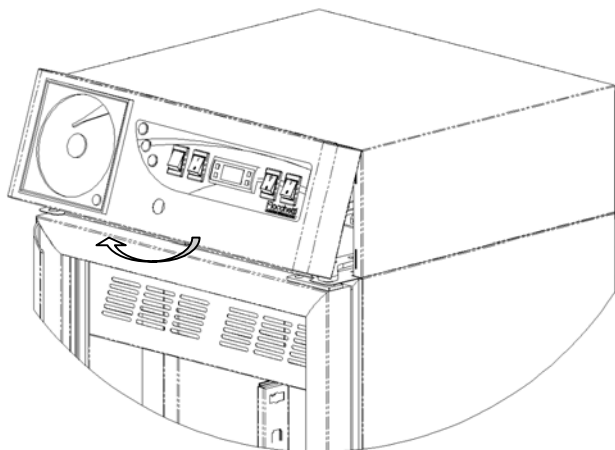
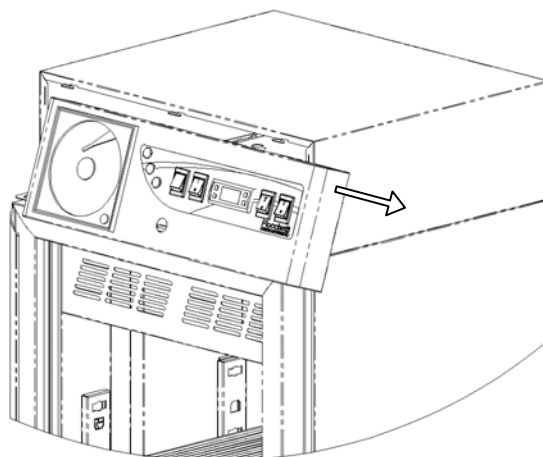

Bild 16
Bild 17
**Phase 2** Die Kühlerverkleidung ist im oberen Teil mit 3 Kupplungen fixiert, es ist also notwendig, sie zum Äußeren des Kühlschranks zu neigen, um sie seitlich (Bild 16) loszuhacken und nach rechts (s. Bild 17) herauszuziehen.